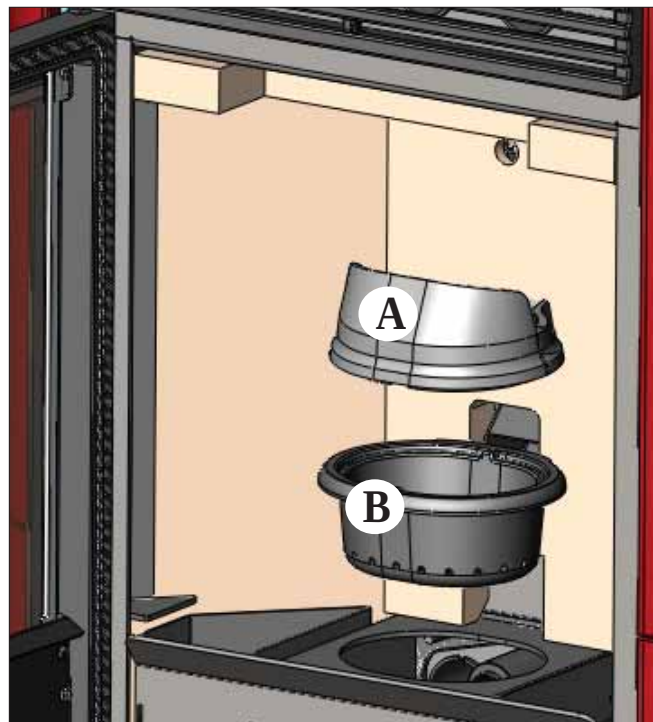

fig. 1
Après le nettoyage normal, il est **PRIMORDIAL** d'assembler correctement le creuset supérieur (A) (fig. 1) avec le creuset inférieur (B) (fig. 1) afin de ne pas compromettre le bon fonctionnement du poêle.